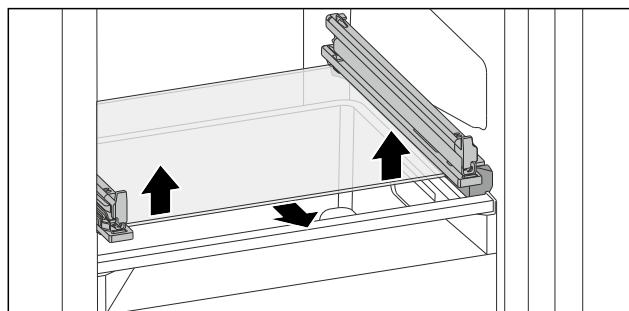

Fig. 120 Pllaka e xhamit e sirtarit me anim
- Shtyni nga poshtë pllakën e xhamit në të dyja anët në drejtimin për lart. (shihni Fig. 120)